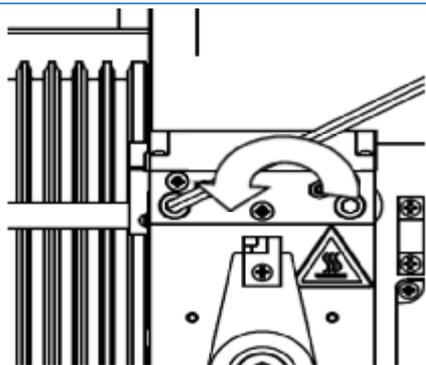

图 46 转动紧固螺栓示意图
1. 松紧固螺栓：逆时针转动紧固螺栓（见 P27 图 46）（松开紧固螺栓后方可松动空心螺栓）；